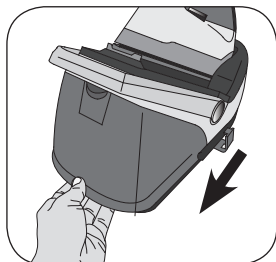
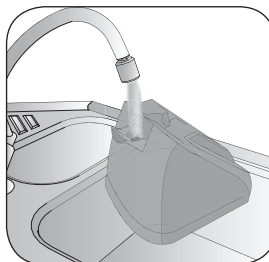

Fig. 5
Fig. 6
Premere la leva di sblocco (A) ed estrarre il serbatoio (D) (Fig. 5). Aprire lo sportellino di riempimento (E). Riempire il serbatoio fino al livello indicato con MAX (Fig. 6). Richiudere lo sportellino (E).
Qualora il serbatoio restasse senza acqua si avvertiranno una vibrazione ed un rumore più forte quando si preme il pulsante di erogazione vapore. Ruotare la manopola di regolazione su MIN e staccare la spina dalla presa di corrente elettrica per spegnere l'apparecchio. Estrarre il serbatoio. Rimuovere il serbatoio (Fig. 5) e riempirlo direttamente sotto al rubinetto con acqua naturale fresca (Fig. 6).